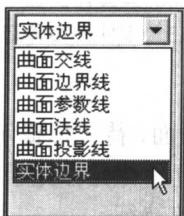
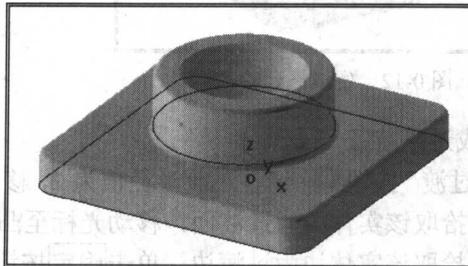

图 0-16 相关线立即菜单
图 0-17 拾取的实体边界线
① 切换到 CAXA 制造工程师软件中，单击“相关线”按钮，在出现的立即菜单中单击下拉箭头，选择“实体边界”，如图 0-16 所示。在绘图区中拾取底面的所有边界线和圆形凸台的外轮廓线作为生成加工轨迹的辅助线，如图 0-17 所示。